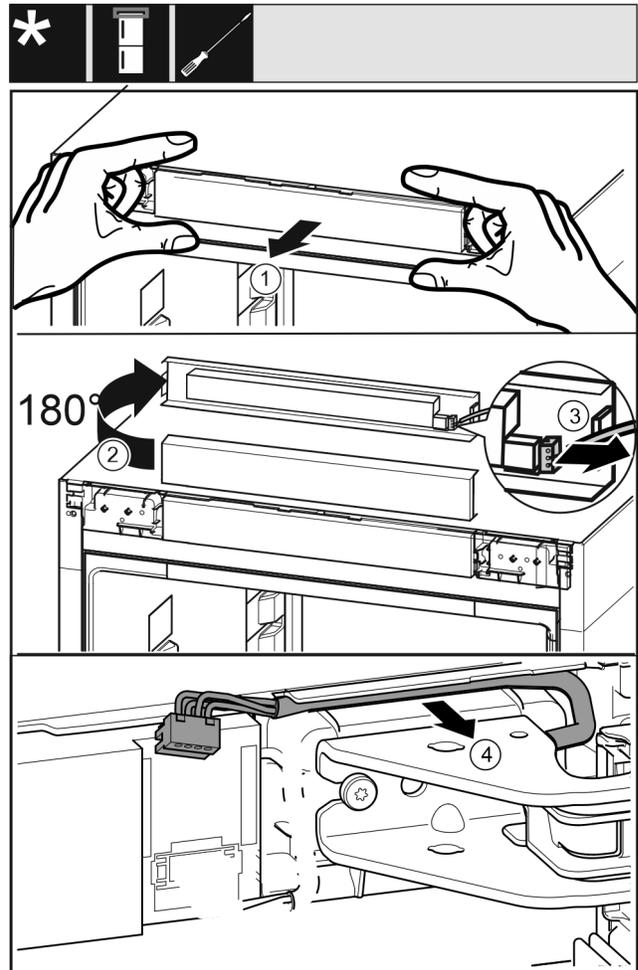

Fig. 21
- ▶ Bedienblende Fig. 21 (1) vorsichtig nach vorne lösen.
- ▶ Bedienblende Fig. 21 (2) nach oben um 180° drehen.
- ▶ Rastnase Fig. 21 (3) nach hinten drücken und den Stecker vorsichtig herausziehen.
- ▶ Kabel Fig. 21 (4) über Lagerbock vorsichtig aus der Führung lösen.